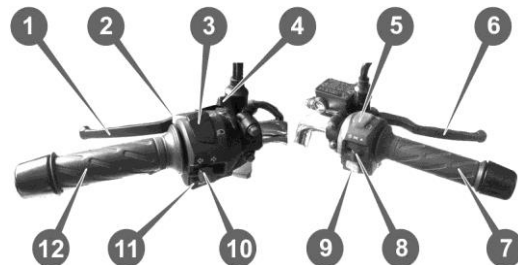

Рисунок 3.2.3. Блоки переключателей
- рычаг управления воздушной заслонкой на карбюраторе (см. рис. 3.2.3.) установлен в среднее положение.
3. При полностью закрытой дроссельной заслонке нажать кнопку запуска двигателя электростартером (см. рис. 3.2.3.) и удерживать её в нажатом состоянии до запуска двигателя, но не более 5 секунд. Если запуск двигателя не произошел, выждать 10 секунд и снова нажать кнопку запуска. Если двигатель на холостом ходу работает неустойчиво, после запуска слегка приоткройте дроссельную заслонку.